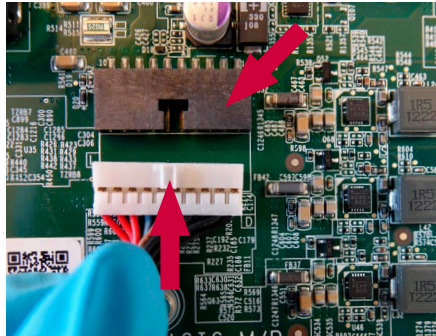

Abbildung 32 Wiederanschießen des Akkusteckers
a) Erneutes Anschließen des Akkus an den Akkustecker (siehe Abbildung 12 und Abbildung 32)